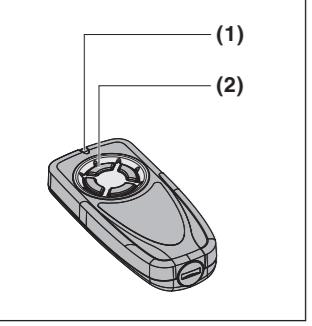

Fig. 1
2 Device description (fig. 1)
2 Beskrivning av enheten (fig. 1)
4.2 Using the hand transmitter (fig. 1)
- Press button (2) on the hand transmitter. The function assigned to the button (e.g. open/close door) will be carried out.
2 Beskrivelse af apparatet (fig. 1)
4.2 Använda fjärrkontrolen (fig. 1)
- Tryck på knappen (2) på fjärrkontrollen. Funktionen som är kopplad till knappen utförs (t.ex. öppna/stänga porten).